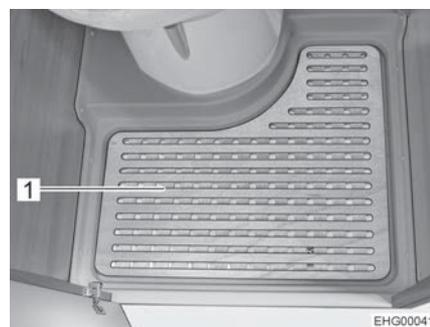

Fig. 100 Piastra del pavimento rimovibile
- Rimuovere la piastra del pavimento (Fig. 100,1) per utilizzare la doccia.